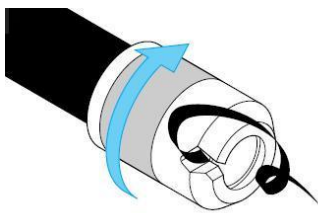

Bild 1
1. Rohr mit Anfräghülse von Hawle Nr. 6000 oder mit gleichwertigem Produkt anschrägen (siehe Bild 1)